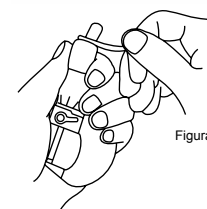

Figura 3
- Cuando el error de alineación es igual o superior a ± 0,01 mm (Figura 3)